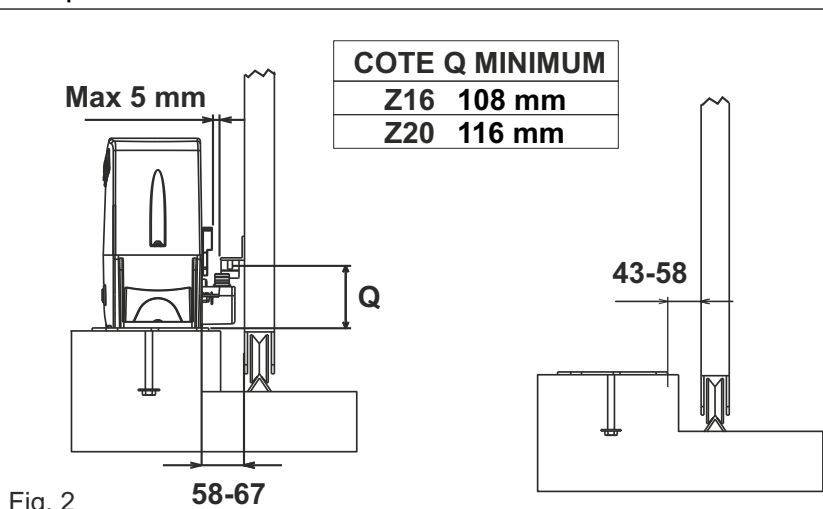
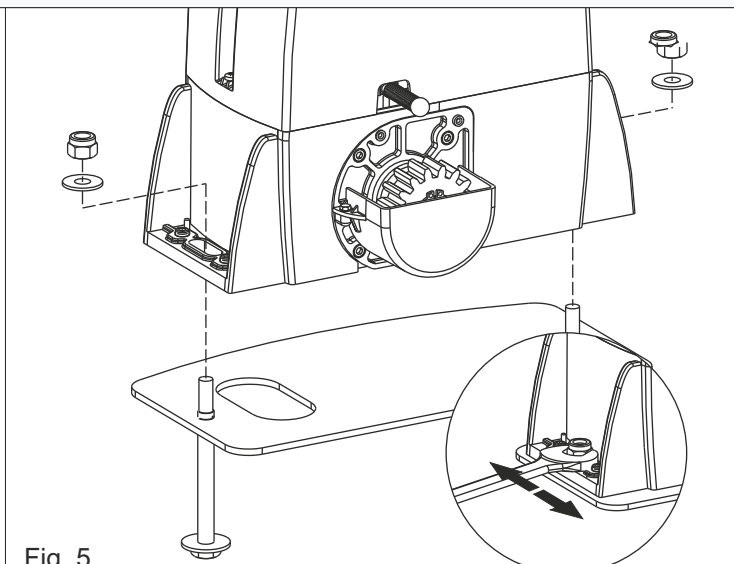

Fig. 2
Fig. 5
**2.3.** Avant de sceller la plaque d'ancrage, assurez-vous qu'elle est parfaitement horizontale et que la dimension de 58-67 mm indiquée sur la Fig. 2 est respectée.
**4.2.** Fixer l'opérateur à la plaque de fondation à l'aide des 2 écrous fournis, en ajustant la position latérale (Fig. 5) pour respecter les dimensions mentionnées en Fig. 2